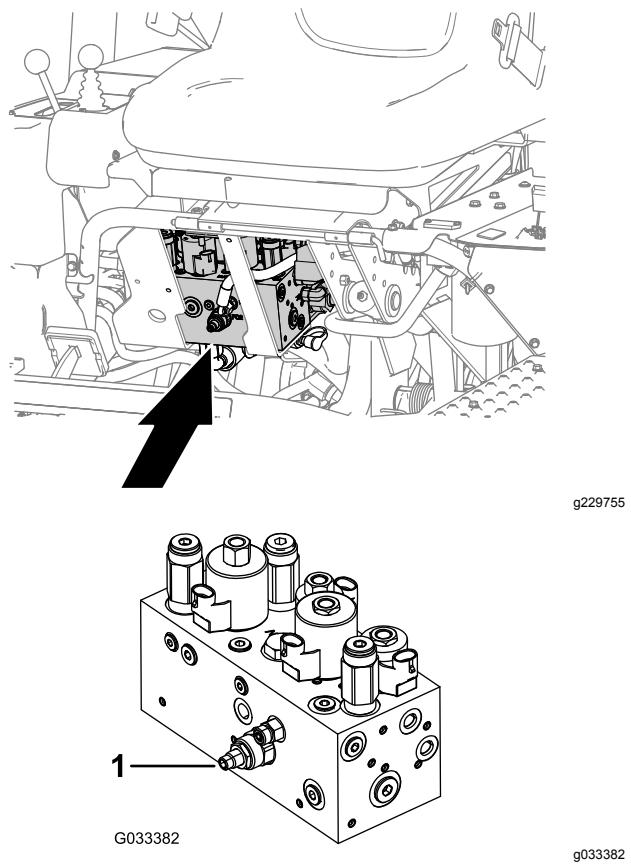

Figura 46
El circuito de elevación/bajada de la unidad de corte está equipado con una válvula de control de flujo (Figura 46). Esta válvula viene ajustada de fábrica con una abertura de aproximadamente 3 vueltas, pero es posible que sea necesario ajustarla para compensar diferencias en la temperatura del fluido hidráulico, la velocidad de siega, etc.
1. Localice la válvula de control de flujo, debajo del asiento (Figura 46).